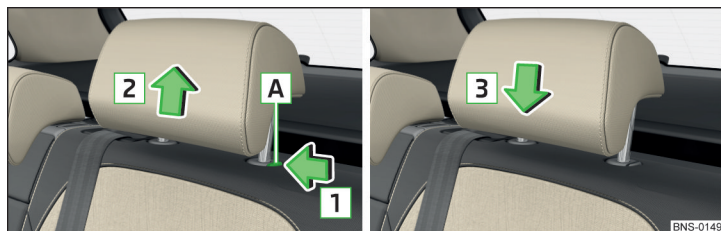

Fig. 85 Retirer/Insérer les appuie-têtes de la deuxième rangée de sièges
- Appuyez sur la touche de sécurité **A** dans le sens de la flèche **1** et retirez les appuie-têtes dans le sens de la flèche **2** » fig. 85.